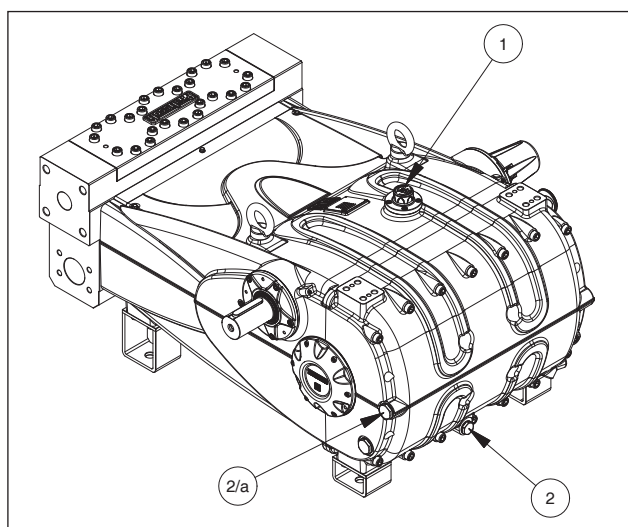

Fig. 1
Per togliere l'olio occorre rimuovere l'asta livello olio pos. ①, Fig. 1 e successivamente il tappo di scarico pos. ②, Fig. 1 presente sul lato posteriore del carter. Utilizzare il tappo in pos. (2/a) sulla versione verticale.